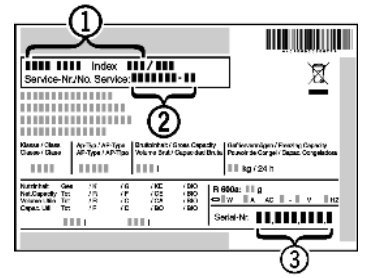

Fig. 10
- ▶ Обратитесь в сервисную службу и сообщите вид неисправности, наименование устройства *Fig. 10 (1)*, сервисный № *Fig. 10 (2)* и серийный № *Fig. 10 (3)*.